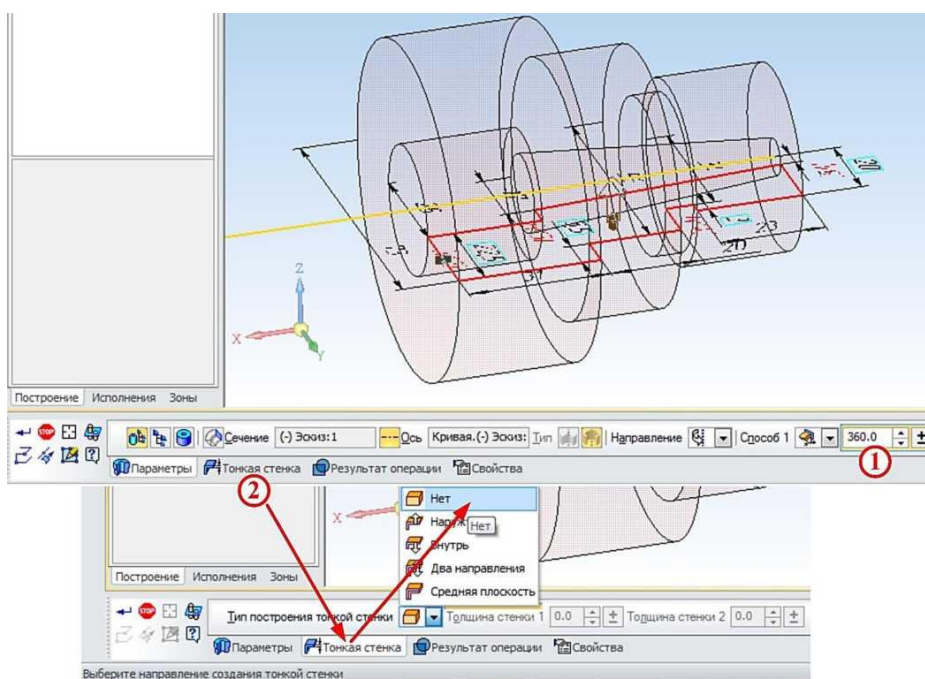

Рисунок 2.
2. Выйти из режима **Эскиз** и на панели инструментов **Компактная** нажать кнопку **Редактирование детали**. Далее на нижней части панели на расширенной вкладке нажать кнопку **Операция вращения** и убедиться, что в панели свойств задан угол поворота эскиза **I** ( $360^\circ$ ) и выключена опция **Тонкая стенка 2**, рисунок 2.